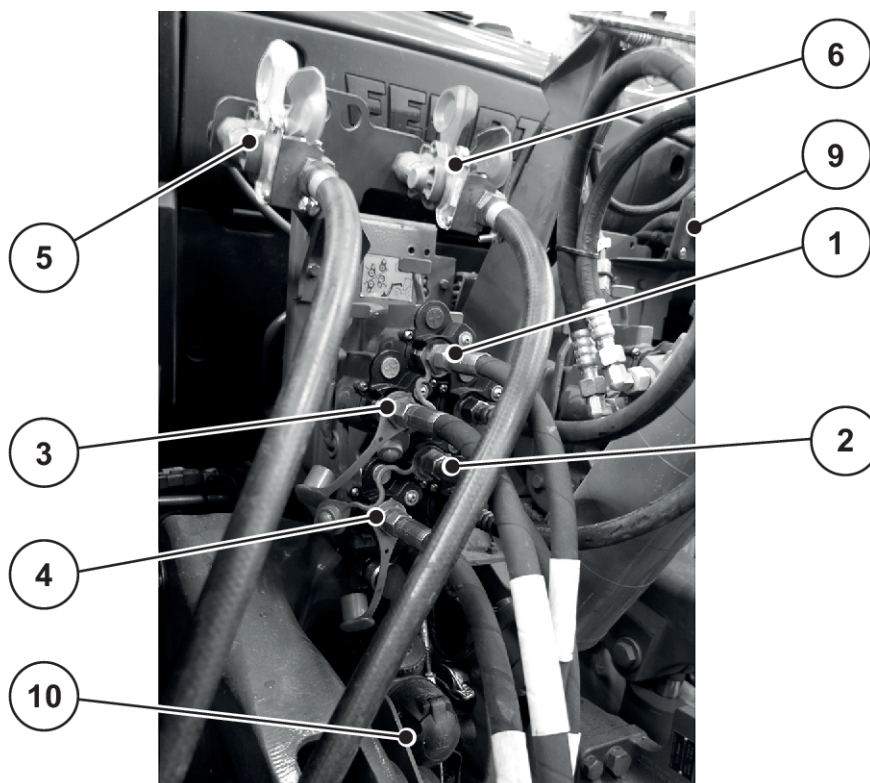

Abb. 22: Anschlussreihenfolge der Maschinenleitungen an Traktor
Siehe Abb. 22
- ▶ Beachten Sie die Anschlussreihenfolge: Siehe *Abb. 22 Anschlussreihenfolge der Maschinenleitungen an Traktor*